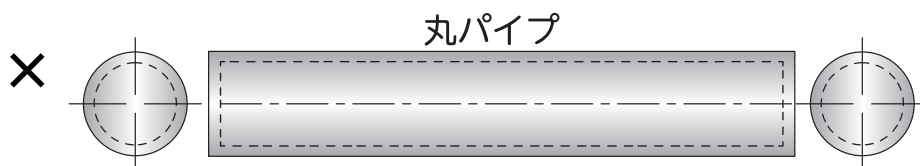

図 1
- 図 1 のように蓋がしてあると浸漬できず、めっき処理できません。